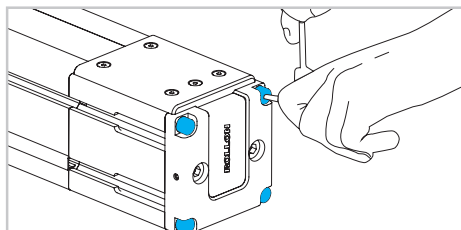

Fig. 10
- 10) Svitare le 4 viti sulla piastra di estremità della testata folle (Fig. 10).